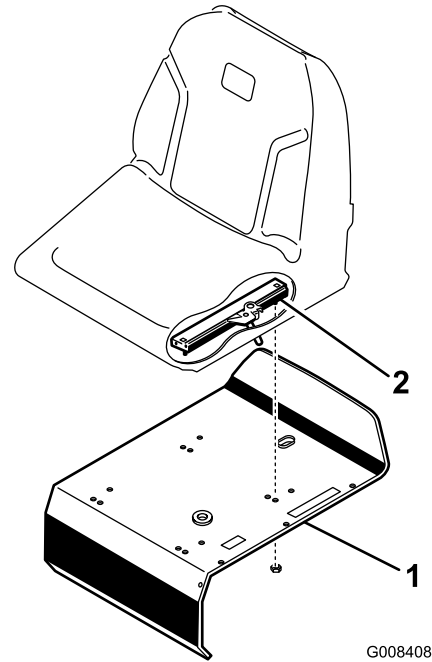

Bild 3
3. Befestigen Sie die Sitzführungen mit den Sicherungsmuttern (5/16"), die den losen Teilen beiliegen, an der Sitzstütze (Bild 3).